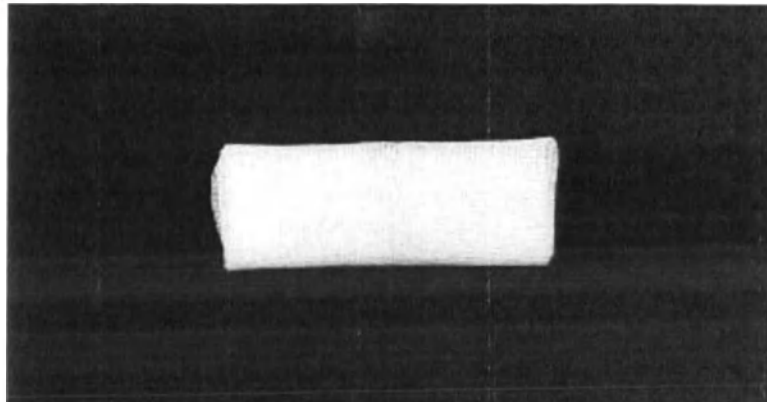

Рисунок 14. Определение размера марли.
(5) Сложите марлю в полоску, аналогичную размеру наконечника (см. рисунок 14).